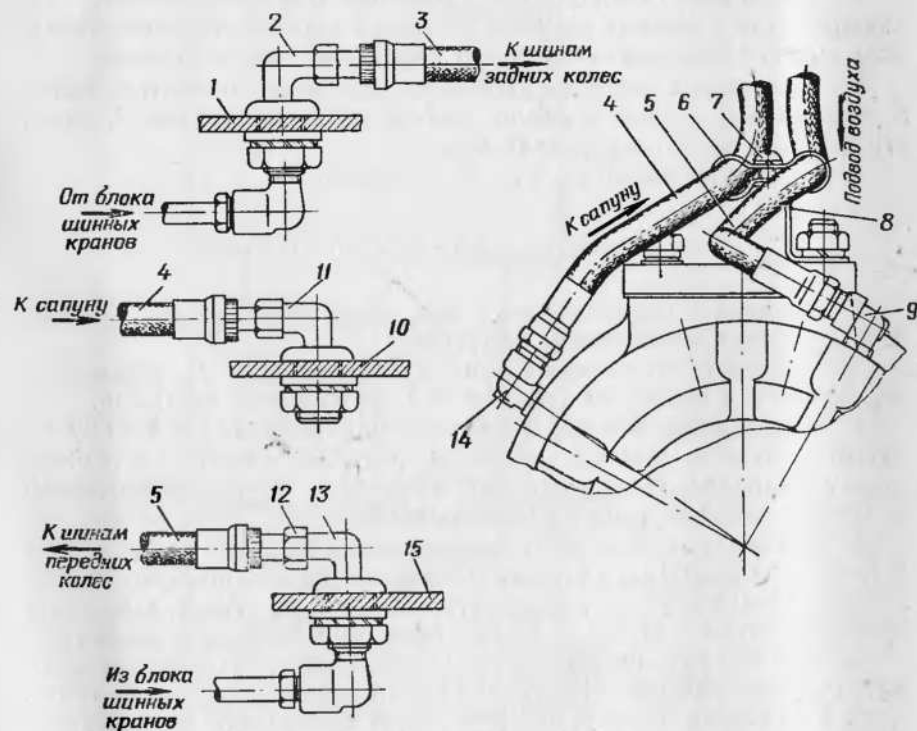

Рис. 33. Трубопроводы системы накачки шин:
- Вывернуть винты 7 (рис. 33) крепления шлангов 4 и 5 к кронштейнам 8, отвернуть гайки винтов скоб крепления шлангов 4 и 5 между собой и разъединить шланги.
11. Присоединить шланги 4 и 5 (рис. 33) к угловым штуцерам 9 и 14 и закрепить их накидными гайками.
7. Отвернуть накидные гайки и отсоединить шланги 3 (рис. 33) подвода воздуха к шинам задних колес от переходников 2 левой и правой сторон.
9. Присоединить шланги 3 (рис. 33) к угловым штуцерам 9 задних колес и закрепить их накидными гайками.
3. Вывернуть винт 7 (рис. 33) и отсоединить шланги 4 и 5 от скобы 6. Отвернуть накидную гайку 12 и отсоединить шланг 5 подвода воздуха от переходника 13 на борту машины.
4. Присоединить шланг 5 (рис. 33) к переходнику 13 на борту машины и закрепить накидной гайкой 12, закрепить шланги 4 и 5 скобой 6 и винтом 7 с пружинной шайбой.